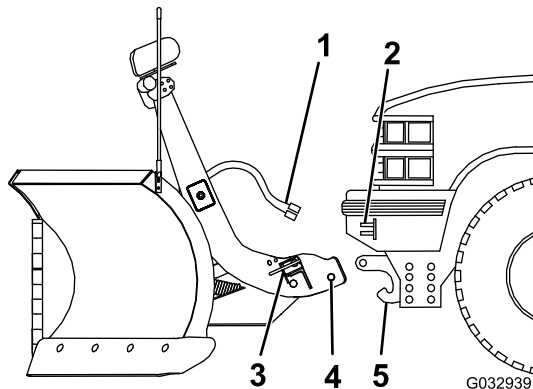

Bild 25
3. Fluchten Sie das Fahrzeug mit dem Schneeschild aus und fahren Sie langsam vorwärts, bis der untere Stift die Stiffaufnahme der Druckstange berührt (**Bild 25**).
5. Nehmen Sie den Staubdeckel des elektrischen Anschlusses ab und schließen den Kabelbaum des Schneeschilds am Fahrzeugkabelbaum an (**Bild 25**).